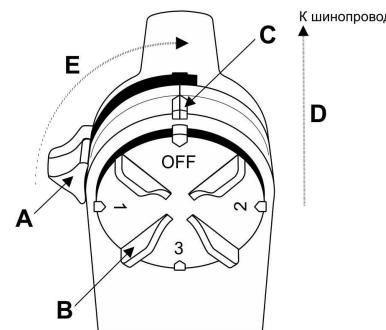

Рис.1. Схема установки адаптера светильника в шинопровод
- Убедитесь, что фиксирующий рычаг "A" адаптера светильника находится в исходном положении: повернут до упора в сторону, в положение, перпендикулярное оси адаптера (Рис.1). В этом случае, стопорящий зажим уходит внутрь корпуса адаптера и верхняя часть адаптера легко проходит в паз шинопровода.